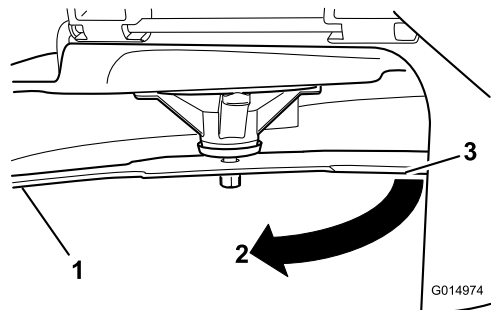

Figura 73
4. Rode a mesma lâmina 180 graus para que a extremidade de corte oposta fique na mesma posição (Figura 73).